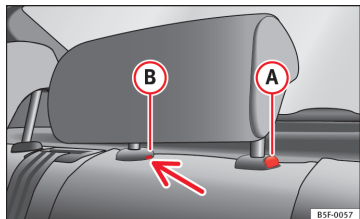

Fig. 74 Appuie-tête central arrière : point de déverrouillage
- Pour régler l'appuie-tête à une hauteur inférieure, appuyez sur la touche (A) ⇒ fig. 74 et déplacez-le vers le bas.
- Appuyez sur la touche (A) ⇒ fig. 74 et retirez en même temps l'appuie-tête du dossier ⇒ ⚠.
- Introduisez un tournevis dans la position (B) du trou et retirez en même temps l'appuie-tête du dossier ⇒ ⚠.